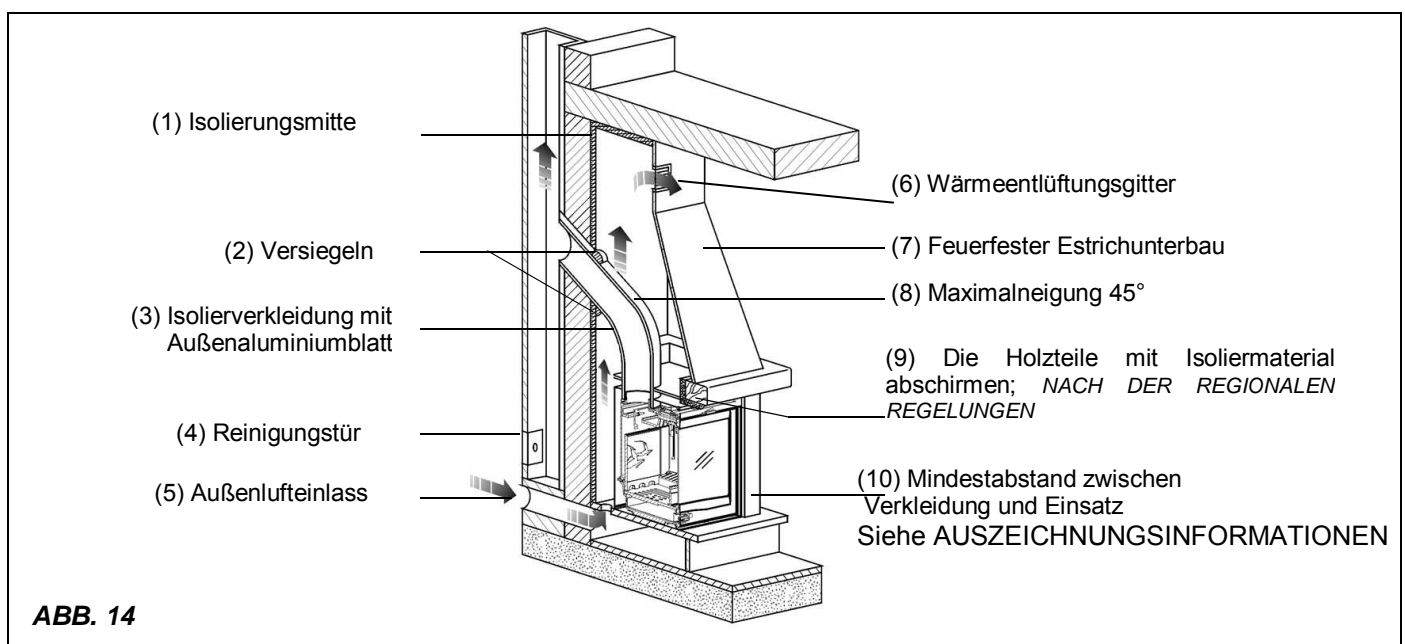

ABB. 14
Das Wärmeentlüftungsgitter (ABB. 14 Pos. 6) wird auf den Oberteil des Haubenablenkblech angelegt (20 cm von der Zimmerdecke entfernt) **Dieses Gitter muss immer angelegt werden**, damit die gehäufte Wärme im Haubenablenkblechs (Überdruck) in das Raum austreten kann.
- **Sollte die Luftzufuhr durch mit dem Außen in Verbindung stehende Öffnungen erfolgen, die sich in naheliegenden Räumen befinden, sind Lufteinlässe in Verbindung mit Garagen, Küchen, Badezimmern, thermischen Stationen zu vermeiden.** (siehe ABB. 14).